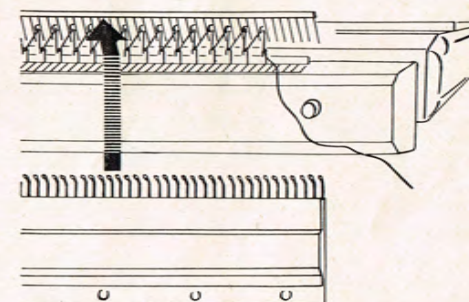

Fig. 21
- b) Draht aus Anschlagkamm herausziehen und Kamm von unten zwischen Apparat und Patentgerät hinaufschieben, bis Ösen nach vorn gekrümmt über dem Netz hervorstehen, Fig. 21.